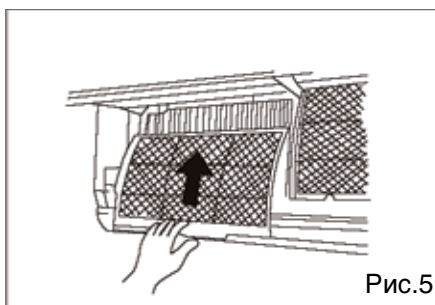

Рис.5
4) Вставьте обратно фильтр во внутренний блок (см. Рис. 5).